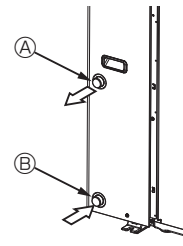

Fig. 4-1
4.1. Vandens vamzdelių prijungimas (Fig. 4-1)
- Įleidimo ir išleidimo vamzdelių padėtis yra parodyta Fig. 4-1.
[Fig. 4-1]